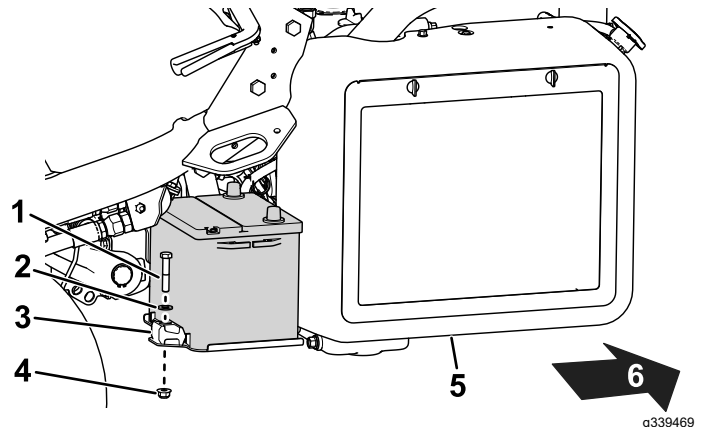

Figura 41
2. Retire las fijaciones que sujetan la batería a la bandeja (Figura 41) y levante la batería para sacarla.
5. Coloque la batería en la bandeja y sujétela con las fijaciones que retiró anteriormente (Figura 41).